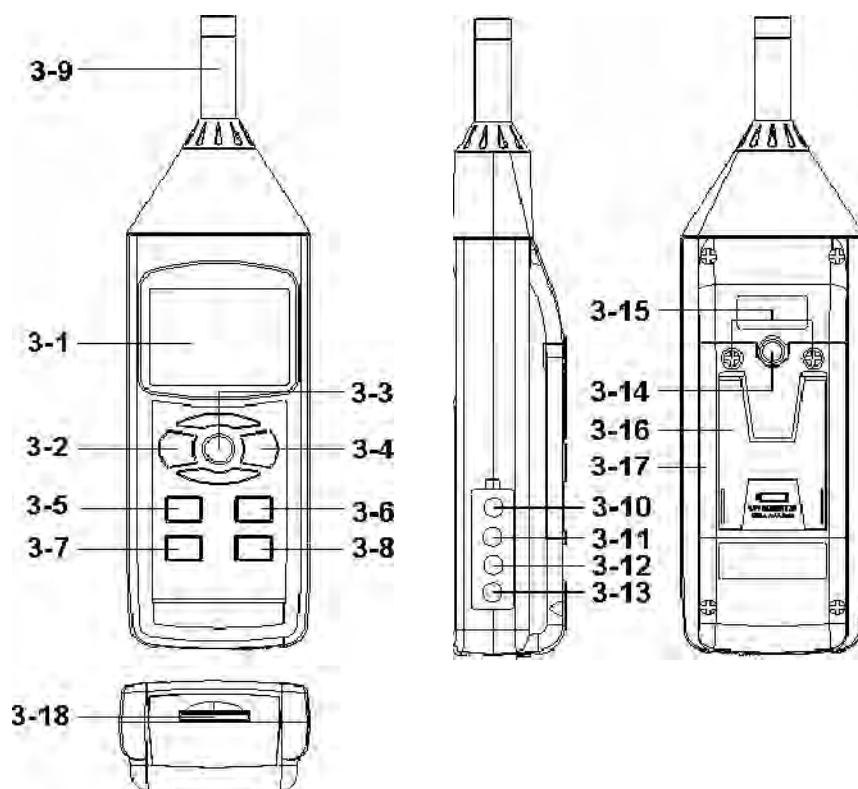

Fig. 1
- 1) Accendere lo strumento premendo il pulsante " Power On/Off Button " (3-2, Fig. 1) , lo strumento si posiziona per default nel modo di misura " Auto range ", " A frequency weighting " & " Fast time weighting ". Sul display LCD viene visualizzata l'indicazione " A. Fast Auto ".
- 2) Selezionare il metodo di pesatura della frequenza " A " oppure " C " premendo il pulsante " A/C Button " (3-6, Fig. 1) .
- 3) Selezionare la gamma di misura desiderata premendo il pulsante "Range Button" (3-5, Fig. 1). Dopo l'accensione viene selezionata automaticamente la gamma " Auto range ". Allo stesso tempo nella parte inferiore del display apparirà l'indicazione " Auto ". Dal modo di gamma automatica, premere una volta il pulsante " Range Button " (3-5, Fig.1) per accedere al modo di gamma manuale nella sequenza (range 1, range 2, range 3) e gamma automatica. Sono disponibili 3 gamme manuali:
4) In base al tipo di sorgente sonora che si vuole misurare, selezionare il tempo di pesatura (Fast o Slow) appropriato, premendo il selettore "Time Weighting Button) (3-7. fig.1).
Durante la fase di misura, premere una volta il pulsante " Hold Button " (3-3, Fig. 1) in questo modo viene bloccato sul display il valore della misura corrente con l'indicazione " HOLD ".
1) La funzione di registrazione dati consente di registrare il valore Max e Min della misura. Premere una volta il pulsante " REC Button " (3-4, Fig. 1) per avviare la funzione di registrazione dati Data Record, sul display appare il simbolo "REC ".
- a) Premere una volta il pulsante "REC Button " (3-4, Fig. 1), sul display appare il simbolo "REC MAX" ed il valore massimo della misura. Se volete cancellare il valore massimo della misura, premere una volta il pulsante "Hold Button" (3-3, Fig. 1), sul display apparirà solo il simbolo " REC " e verrà eseguita la funzione di memoria in maniera continua.*
- b) Premere nuovamente il pulsante " REC Button " (3-4, Fig. 1), sul display appare il simbolo " REC MIN " ed il valore minimo della misura. Se volete cancellare il valore minimo della misura, premere una volta il pulsante "Hold Button" (3-3, Fig. 1), sul display apparirà solo il simbolo " REC " e verrà eseguita la funzione di memoria in maniera continua.
Dopo l'accensione dello strumento, la retroilluminazione del display viene attivata automaticamente. Durante la fase di misura, premere una volta il pulsante " Backlight Button " (3-2, Fig. 1) per spegnere la retroilluminazione del display LCD. Premendo nuovamente il pulsante "Backlight Button" per riattivare la retroilluminazione.
- a. Inserire una scheda SD di memoria (con capacità da 1GB a 16GB, opzionale), nell'apposito slot dello strumento " SD card socket " (3-18, Fig. 1). La parte frontale della scheda SD dovrà essere rivolta verso la parte inferiore dello strumento.
Premere una volta il pulsante " REC Button (3-4, Fig. 1), sul display LCD apparirà l'indicazione " REC ", premere quindi il pulsante " Logger Button " (3-8, Fig. 1), l'indicazione " REC " inizierà a lampeggiare, allo stesso tempo i dati della misura con le relative informazioni del tempo verranno salvate nel circuito di memoria.
Durante l'esecuzione della funzione di Datalogger, premendo una volta il pulsante " Logger Button " (3-8, Fig. 1) si potrà mettere in pausa la stessa funzione (in questo modo verrà fermata temporaneamente la fase di acquisizione e salvataggio dati in memoria). Allo stesso tempo sul display l'indicazione " REC " smetterà di lampeggiare.
Per riavviare nuovamente la funzione di Datalogger, premere ancora il pulsante "Logger Button " (3-8, Fig. 1) e sul display l'indicazione "REC " tornerà a lampeggiare.
Durante la fase di pausa del Datalogger, premendo per 2 secondi il pulsante " REC Button " (3-4, Fig. 1), la scritta " REC " sul display scompare e la funzione di Datalogger verrà terminata.
Premere una volta il pulsante " REC Button (3-4, Fig. 1), sul display LCD apparirà l'indicazione " REC ", premere quindi il pulsante " Logger Button " (3-8, Fig. 1), l'indicazione " REC " inizierà a lampeggiare, allo stesso tempo i dati della misura con le relative informazioni del tempo verranno salvate nelle posizioni del circuito di memoria.
- * Durante l'esecuzione della funzione di Datalogger Manuale, premere una volta il pulsante " SET Button " (3-7, Fig. 1), quindi utilizzare il pulsante "▲ Button " (3-5, Fig. 1) oppure " ▼ Button " (3-6, Fig. 1) per impostare la posizione di memoria (da 1 a 99, per esempio dalla stanza 1 alla stanza 99) in maniera da identificare la posizione dove è stata eseguita la misura. Dopo l'impostazione della posizione di memoria, premere il pulsante Enter per confermare.
Per uscire dalla funzione di Datalogger, premere il pulsante "REC Button" (3-4, Fig. 1) per almeno due secondi, sul display LCD la scritta " REC " scomparirà a conferma dell'avvenuta chiusura della funzione.
Durante la fase di misura, premendo il pulsante " Time check Button " (3-5, Fig. 1) per un tempo > 2 secondi, nella parte inferiore del display appariranno le informazioni relative all'Anno/Mese/Giorno, Ore/Minuti/Secondi.
Durante la fase di misura, premendo il pulsante "Sampling Check Button" (3-6, Fig. 1) per un tempo > 2 secondi, nella parte inferiore del display apparirà il valore dell'impostazione del tempo di campionamento in secondi.